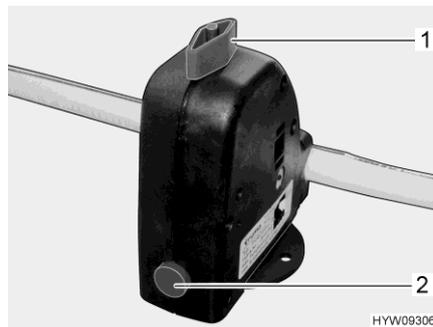

Fig. 117 Válvula de seguridad/purga (caldera)
La caldera está equipada con una válvula de seguridad/purga (Fig. 117). La válvula de seguridad/purga evita que el agua de la caldera se congele cuando no esté conectada la calefacción en caso de helada.
- Cerrar la válvula de seguridad/purga. Para ello, girar el botón giratorio (Fig. 117,1) a la posición transversal en referencia a la válvula de seguridad/purga y hundir el botón (Fig. 117,2).
- Abrir la válvula de seguridad/purga. Para ello, girar el botón giratorio (Fig. 117,1) a la posición longitudinal en referencia a la válvula de seguridad/purga. El botón (Fig. 117,2) salta hacia fuera. La caldera se vacía hacia fuera a través de la válvula de seguridad/purga.